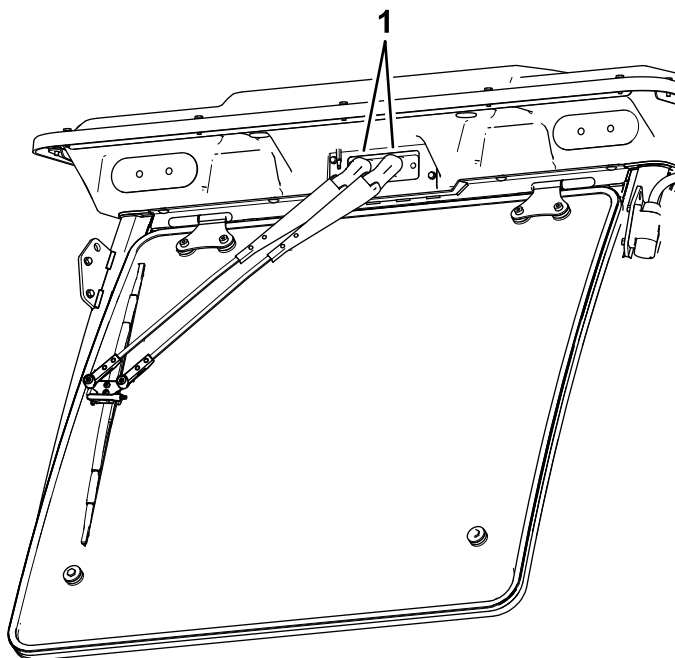

Figura 32
1. Abra los tapones en la parte superior de los brazos del limpiaparabrisas (Figura 32).